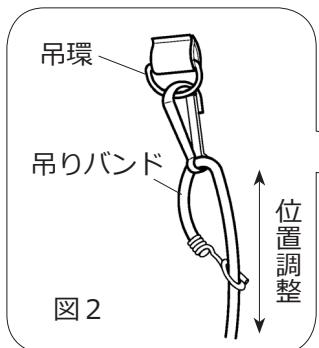

図2
- ② 背負バンド、ウエストバンドを、エンジン部を背負ったとき作業しやすいよう、A部、B部、C部およびD部で調節してください。
- ③ 吊りバンドを装着してください。図2のように肩当の吊環とループハンドルに取り付けたステーに取り付けてください。